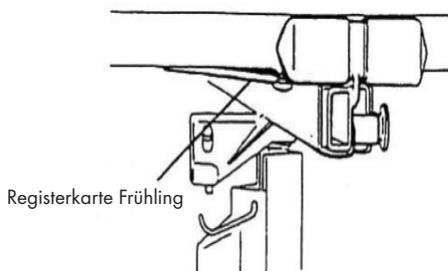

Abbildung 27
- Drücken Sie jeden Querträger nach vorne in die Fassung, bis die Federlasche an der Unterseite des Querträgers einrastet, wie in Abb. 27 gezeigt.